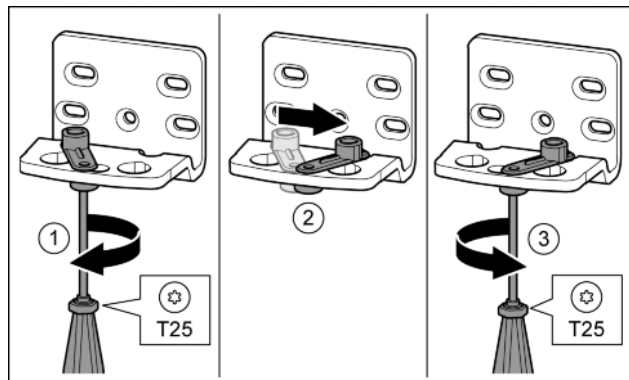

Fig. 16
- ▶ Lekko odkręcić śrubę przy pomocy śrubokręta T25. Fig. 16 (1)
- ▶ Unieść element zamku drzwi, a następnie obrócić w otworze w prawo o 90°. Fig. 16 (2)
- ▶ Śrubę przykręcić przy pomocy śrubokręta T25. Fig. 16 (3)